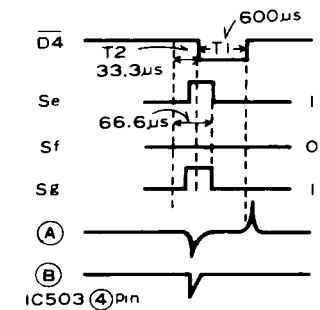

Fig. 8 **Timing chart**
The preset station indicator signal output from IC501 is output from the segment pins Se — Sg ((17) — (15)) in the BCD code with the timing of $\bar{D}4$ (pin 12). The timing chart is shown in Fig. 8. The ADDRESS input A — C ((1) — (3)) are read when the input level is set to L, so the decay of the digit signal $\bar{D}4$ of IC501 is shaped and used as the timing input of the ENABLE input $\bar{G}L$ (pin 4) of IC503. The $\bar{D}4$ signal is differentiated and shaped by C508, R514 and R515, and applied to the base of Q511. The differentiated pulse signal [point (A)] is driven by Q511 [point (B)] and applied to $\bar{G}L$ [pin (4)] of IC503. $\bar{G}2$ (pin 5) of IC503 is always set to L level and G1 (pin 6) is connected to the Q803 emitter the same as the CE (Chip ENABLE) pin (3) of IC501 to suppress the lighting of the preset indicator during POWER OFF.
La sortie du signal du témoin de pré réglage venant de IC501 est la sortie provenant des broches de segments Se — Sg ((17) — (15)) dans le code DCB synchronisée avec $\bar{D}4$ (broche 12). Le tableau de synchronisation est donné à la Fig. 8. Les points A — C ((1) — (3)) de l'entrée ADDRESS sont lus lorsque le niveau d'entrée est réglé sur L, de sorte que le déclin du signal numérique $\bar{D}4$ de IC501 est mis en forme et utilisé comme entrée de synchronisation de l'entrée